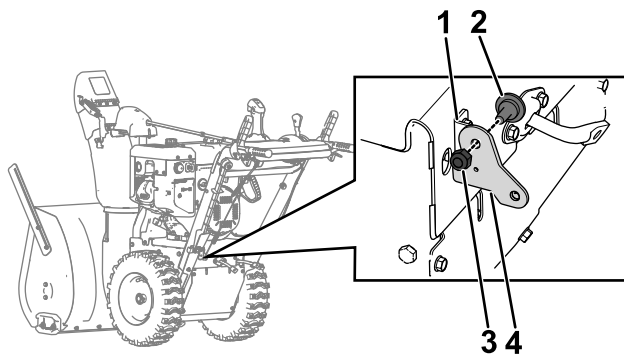

Figura 6
8. Rimuovete la staffa del cavo di trazione esistente dalla staffa della manovella rimuovendo il bullone e il dado che la tengono in sede (Figura 6).